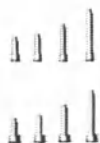

Рисунок 5 - Соедините стандартный стоматологический наконечник с Отверткой-адаптером для углового наконечника HCD
5) Никогда не применяйте вращательное усилие, которое превышает 70% силы сопротивления крутящему моменту микроимплантата (рисунок 5), чтобы предотвратить поломку микроимплантата.